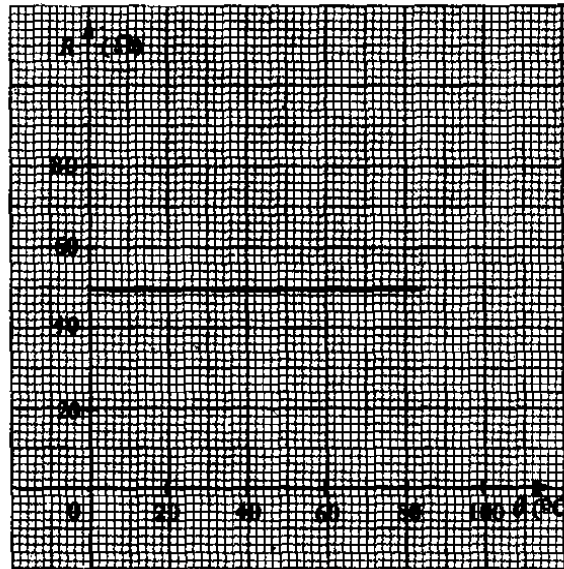

Fig. 10.16
10.16. Repetindo a experiência da questão 10.13 com um fio de manganina (uma liga metálica) o gráfico obtido é o da Fig. 10.16. Observa-se que, para a variação de temperatura de 20°C a 60°C a variação da resistência elétrica do fio de manganina vale: